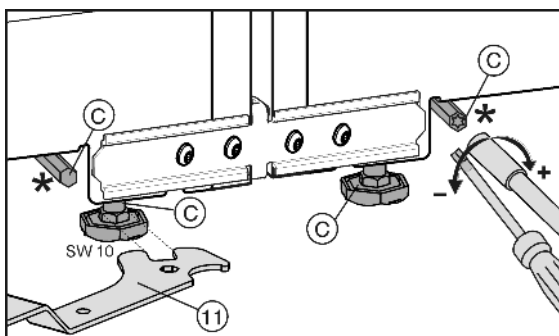

Fig. 8
Регулирането на предните крачета става с приложения вилкообразен гаечен ключ Fig. 8 (11), на задните крачета* - с отвертка Torx® 25.